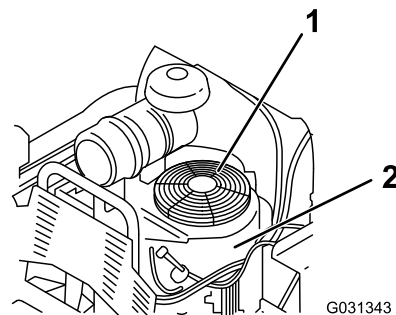

図 68
3. 吸気スクリーンとファンハウジングを取り外す 図 68。
5. 吸気スクリーンとファンハウジングを取り付ける 図 68。